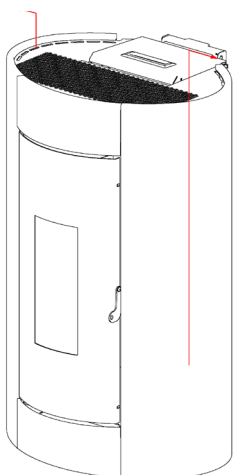

Fig. 54 - Entfernen der Seiten
- Die Seiten mit einer Bewegung von unten nach oben ausheben (siehe **Fig. 54 a pag. 27**).